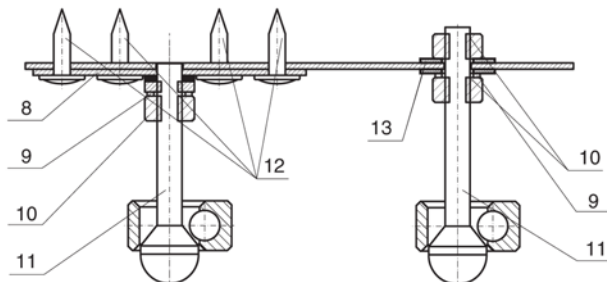

рис. 4
5. Установить кронштейн «сфера» на капоте автомобиля согласно рис. 4.
3. Установить кронштейны типа «сфера» на капоте автомобиля согласно рис. 4.